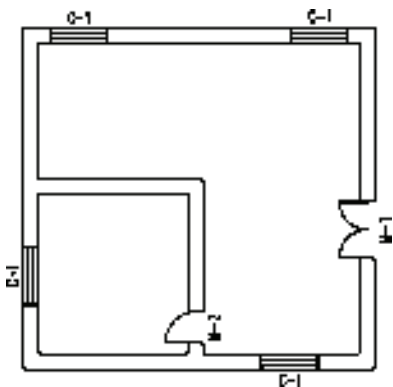

图 5-72 打开素材
1) 按〈Ctrl+O〉组合键，打开配套光盘提供的“第 5 章/5.2.9 加装饰套.dwg”素材文件，结果如图 5-72 所示。